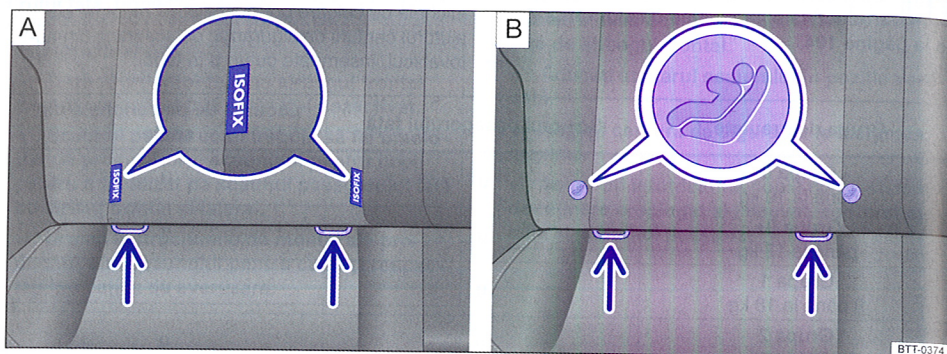

Fig. 78 La scaunul autovehiculului: variante de marcare a punctelor de ancorare inferioare pentru scaunele pentru copii.
- Așezați scaunul pentru copii pe inelele de ancorare ⇒ fig. 78. Scaunul pentru copii trebuie să se fixeze sigur, cu un declic.
- Așezați scaunul pentru copii pe perna scaunului și agățați cârligele chingilor de fixare în inelele de ancorare ⇒ fig. 78.